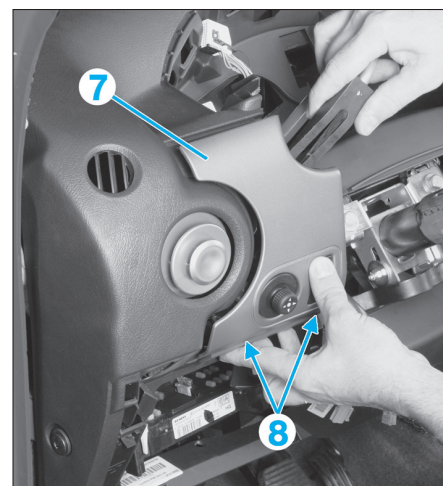

FIG. 32
- Déposer les deux vis (8), dégraffer l'enjoliveur (7) et débrancher les connecteurs électriques avant de le déposer (Fig.32).